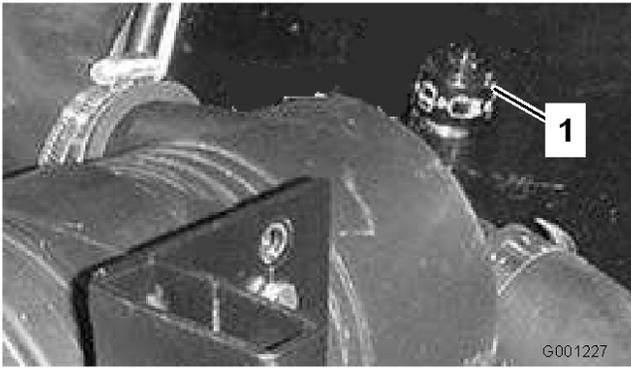

Figura 45
- Effettuate la manutenzione dell'elemento filtrante quando la spia (Figura 45) diventa rossa, oppure ogni 400 ore (più spesso in condizioni estreme di polvere o morchia). Non eccedere nella revisione del filtro dell'aria.
9. Se la spia è rossa, azzerate l'indicatore (Figura 45).